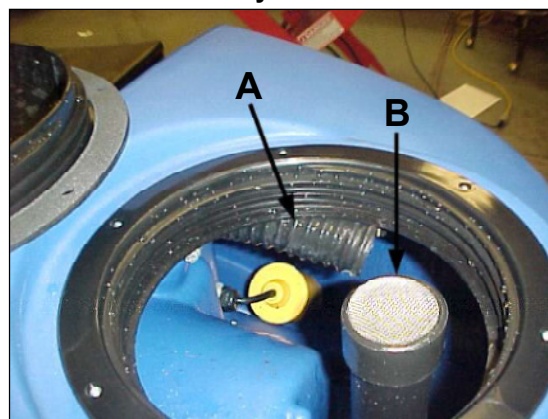

Рисунок 41
3. Шланг для утилизации - Вставьте садовый шланг в середину резервуара для утилизации. Шланг для утилизации расположен позади края с резьбой (см. рис. 41, А). **ПРИМЕЧАНИЕ: Не вставляйте шланг в отверстие вакуумное впускное отверстие (см. рис. 41, В), потому что это может нанести вред устройству.**